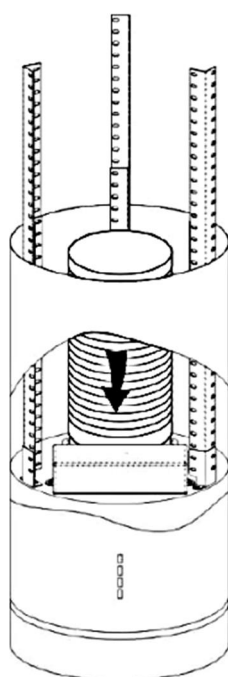
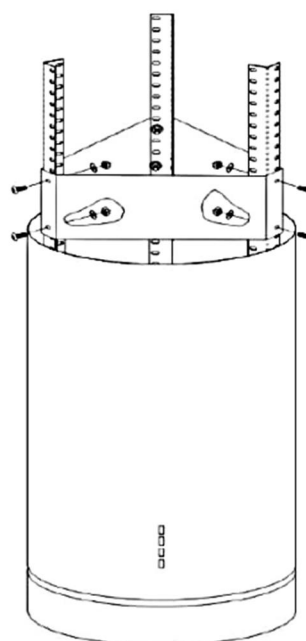

Рис.5
Рис.6
6. Рис. 5 – установка вытяжной трубы. Рис. 6 – установка креплений.